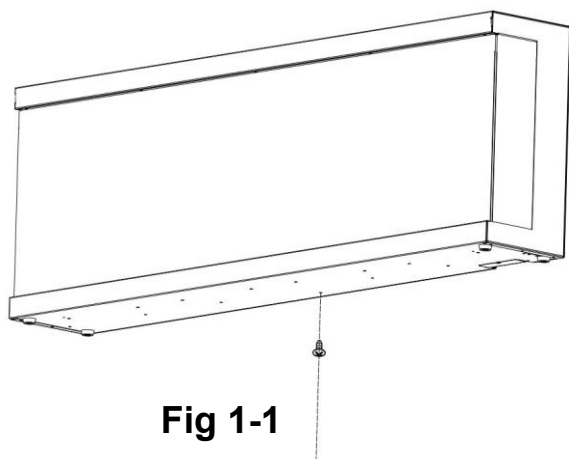

Fig 1-1
A. Retire el tornillo plateado de la parte inferior del dispositivo. (**Fig. 1-1**). Coloque el tornillo en un lado.